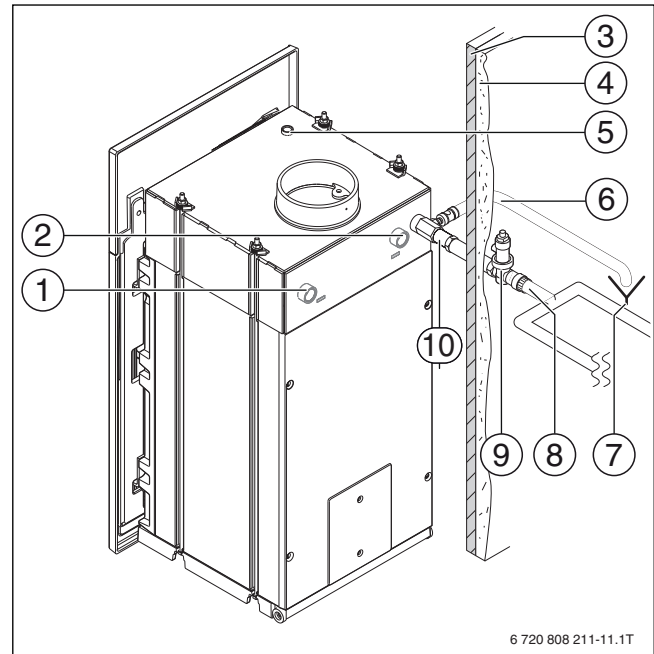

Bild 12 Anschlüsse an der Rückseite
- ▶ Sicherheitswärmetauscher der thermischen Ablaufsicherung im Wärmetauscher des Heizeinsatzes montieren (→ Bild 12).
Die thermische Ablaufsicherung muss direkt an die durchströmte Trinkwasserleitung angeschlossen werden. Eine Stichleitung (Bild 12, [8]) ist so kurz wie möglich zu halten und darf die **maximale Länge** des 10-fachen Rohrdurchmessers (10 x DN) der Stichleitung nicht überschreiten.
Die Ablaufleitung (→ Bild 12, [6]) des Sicherheitswärmetauschers muss außerhalb der Ofenummauerung in einem Siphon (→ Bild 12, [7]) enden.
- ▶ Vorlauf (→ Bild 12, [2]) und Rücklauf (→ Bild 12, [1]) anschließen.
- ▶ Entlüfter (Zubehör) am Wärmetauscher montieren (→ Bild 12, [5]).